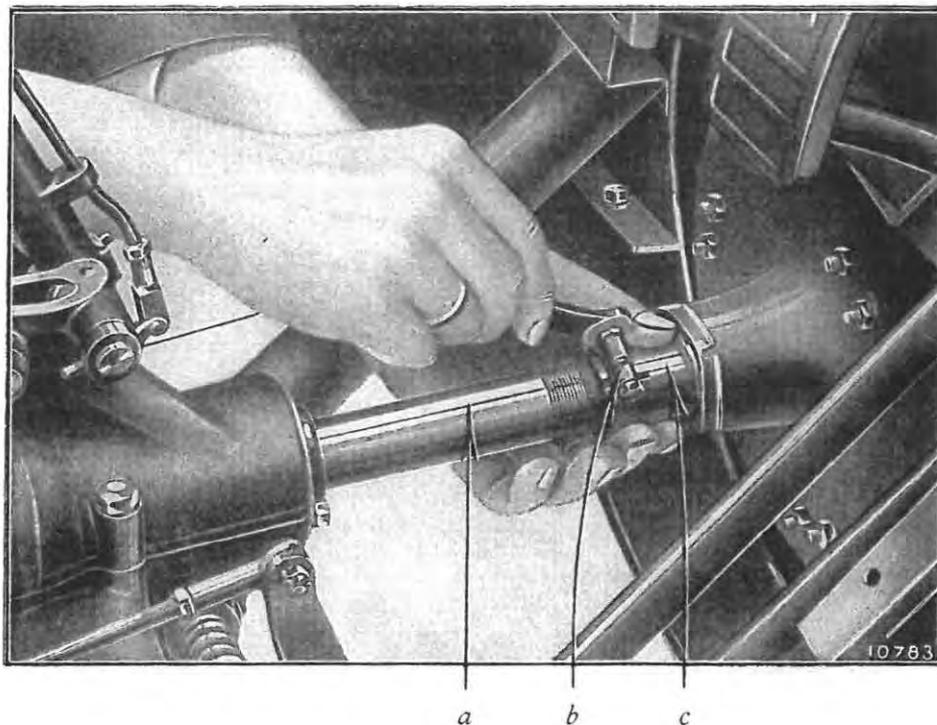

Fig. 16. — Réglage de l'embrayage.
- c) Régler l'embrayage (Fig. 16).